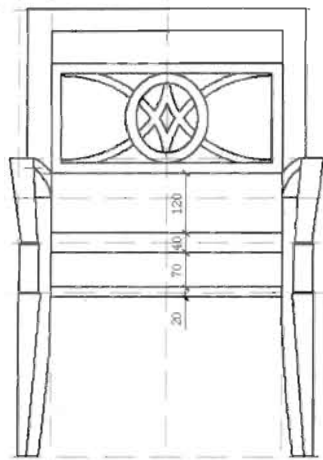

图 6-88
(1) 单击“修改”工具栏中的“偏移”按钮, 将靠背的底边向下偏移, 确定坐垫和望板等部件的高度, 如图 6-88 所示。